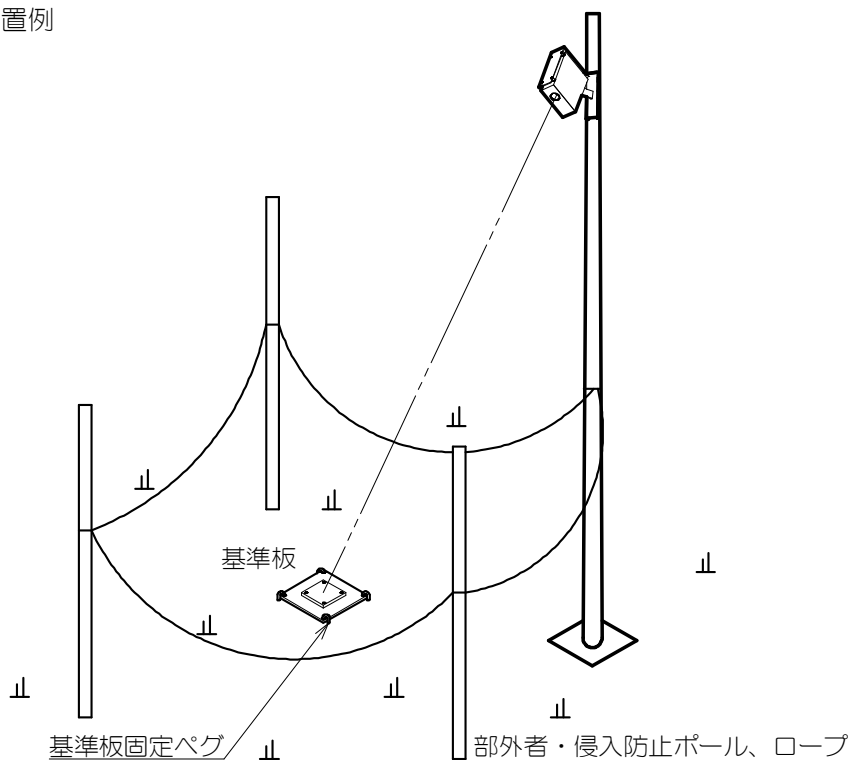

図 3
- ⑧ 取付 穴……………本装置を制御盤等に固定するために使用します。寸法詳細は、8 頁図 3 を参照ください。
- ⑨ 製造 番 号……………製造番号が表記してあります。
- ② 屋外での接続ケーブル引き回しは、必ず保護管（市販品）を使用してください。
- ③ 測定ポイントに人が入って荒らされないように、柵の中に設置するか、図3のように3～4本のポールを立て細いロープを張る（高さ最大積雪深+約1m）等の予防措置をお薦めします。
- ④ レーザー光の反射ターゲットは、必ず付属の基準板を使用してください。
- ⑤ 後述の動作試験時、レーザー光（赤色）が基準板の中央にあることを確認の上、ペグを打込み固定してください。この時、レーザー投・受光部は、絶対に直接覗き込まないでください。